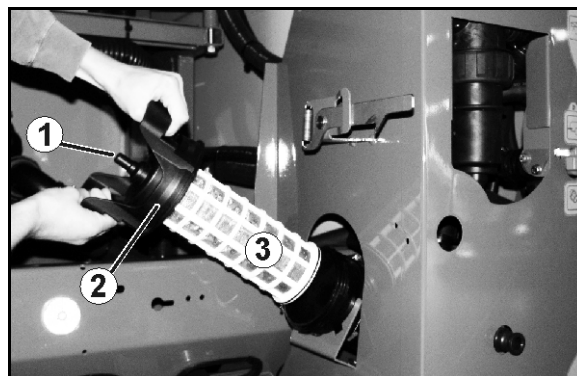

Bild 124
1. Lossa locket till sugfiltret (Bild 124/2).
2. Ta ut locket med sugfilter (Bild 124/3) och rengör med vatten.